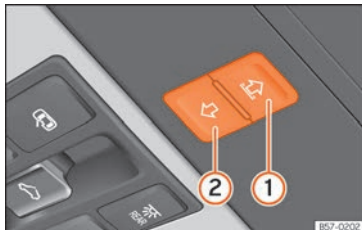

Abb. 87 Im Dachhimmel: Tasten des Sonnenschutzrollos.
Die Tasten » Abb. 87 **1** und **2** haben zwei Stufen. In der ersten Stufe kann das Sonnenrollo ganz oder teilweise geöffnet oder geschlossen werden.
- *Sonnenschutzrollo*: Innerhalb von etwa 5 Sekunden nach dem Auslösen der Kraftbegrenzung die Taste »» **Abb. 87** **Ⓚ** so lange drücken, bis das Sonnenschutzrollo vollständig geschlossen ist.